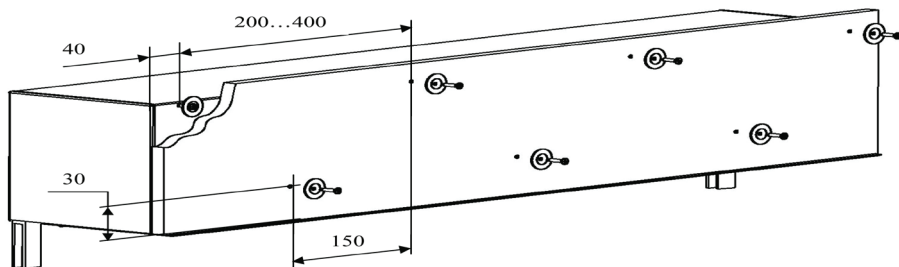

Рис. 15. Установка основы под штукатурку
2. Установить плиту заподлицо с неоштукатуренным фасадом здания (краями проема). Просверлить отверстия диаметром 3,5 мм через плиту и панель короба, а также через плиту и шину фасадную (см. рис. 15, приведенный ниже). Прикрепить теплоизо-